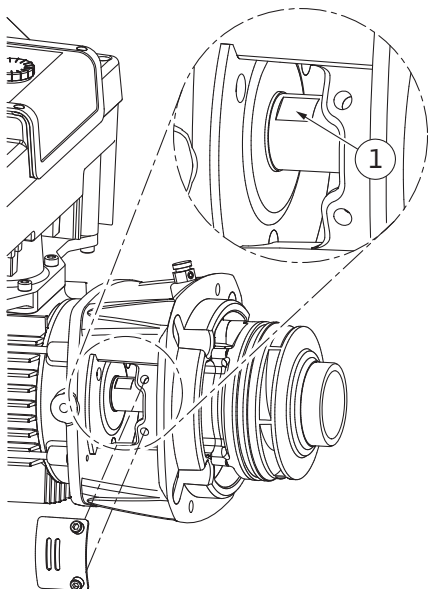

Fig. 101: Spianature per chiave sull'albero
14. Introdurre nella finestra della lanterna una chiave fissa (SW22 mm) e tenere fermo l'albero alle spianature per chiave (Fig. 101, pos. 1). Svitare il dado della girante (Fig. I, pos. 22). La girante (Fig. I, pos. 21) viene estratta automaticamente dall'albero.
15. Smontare la rondella distanziatrice (Fig. I, pos. 20).
3. Introdurre nella finestra della lanterna una chiave fissa (SW22 mm) e tenere fermo l'albero alle spianature per chiave (Fig. 101, pos. 1).